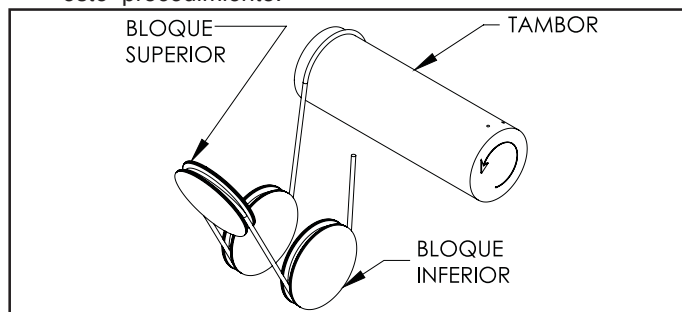

Figura 5-5. Diagrama de Enhebrado - Sistema de Enhebrado Sencillo, 4 Partes.
b) Antes de retirar el cable viejo, consulte el diagrama de enhebrado, Figura 5-5. Para obtener ayuda en el enhebrado de su polipasto, consulte el diagrama de enhebrado y el párrafo correspondiente que describe este procedimiento.
- (5) Con las tapas del bloque inferior externo retiradas, enhebre el cable de acero a través de las poleas del bloque superior e inferior, como se muestra en la Figura 5-5.
- (6) Fije el extremo del cable forjado al pasador de anclaje del extremo y ajuste con el nuevo pasador de chaveta suministrado con el cable (Estructuras "B" y "C") o los anillos de sujeción suministrados con el polipasto (Estructura "D").
- (7) Reemplace las tapas de las poleas del bloque inferior.
- (8) Lubrique el cable según indicaciones del Párrafo 4-3.